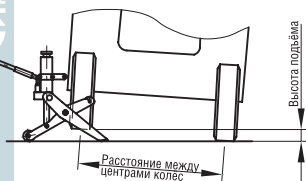

Рисунок 9. Соблюдение отношения высоты подъема и ширины.
5. Будьте предельно осторожны при подъеме узких погрузчиков (не шире 1016 мм) с боковой стороны. Следите, чтобы расстояние между полом и низом колеса погрузчика не превышало $\frac{1}{4}$ расстояния между центрами шин (см. рис. 9). В противном случае это может привести к потере угловой устойчивости погрузчика и к его падению с домкрата.